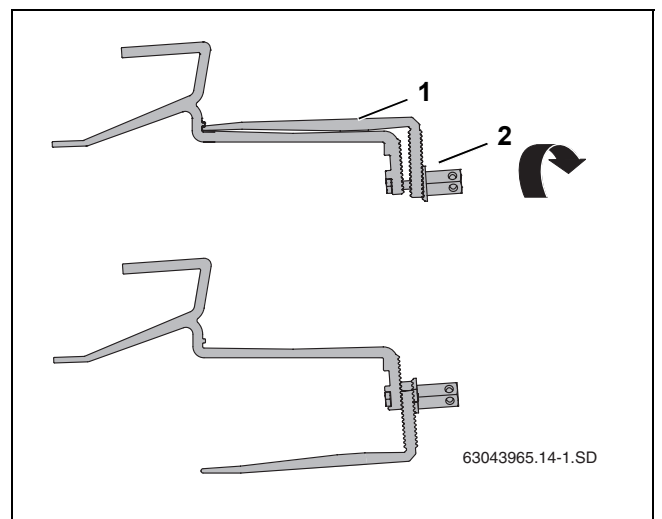

Fig. 11 Rotirea părții inferioare a cârligului de acoperiș
- ▶ Desfaceți piulița hexagonală lungă (Fig. 11, [2]) de la nivelul cârligului de acoperiș și plasați partea inferioară a acestuia (Fig. 11, [1]) în poziția corespunzătoare.